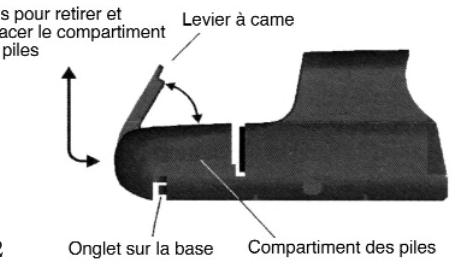

Figure 2
Pour sortir le compartiment des piles, lever le levier de verrouillage à came et faire glisser le compartiment avec précaution en l'écartant vers le haut du boîtier de l'instrument (figure 2). Une fois le compartiment retiré, en faire sortir les piles et les remplacer par des neuves. Les étiquettes du fond du compartiment indiquent le placement correct des piles. Afin d'assurer son étanchéité, vérifier systématiquement la propreté du joint avant de réinstaller le compartiment des piles. Pour
1. ON (marche) / mode vision nocturne avec désactivation automatique au bout de 8 heures. Appuyer sur la touche « NV » (fig. 2) pour allumer la lunette en mode vision nocturne. La lunette s'allumera au niveau 4 et s'éteindra automatiquement 8 heures après la dernière utilisation des touches de commande. Il existe 10 niveaux d'intensité en mode VISION NOCTURNE avec une portée dynamique de 100:1.